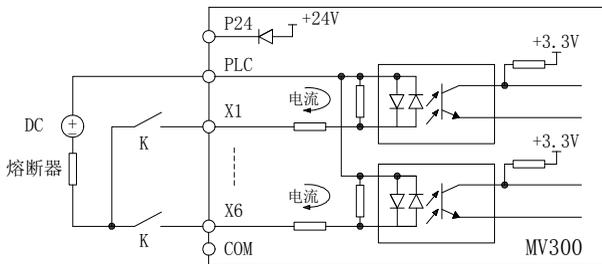

图3-12 使用外部电源的连接方式
- 2) 使用外部电源（要求电源必须满足 UL CLASS 2 标准，并需要在电源与接口加 4A 的熔断器），接线方式如图 3-12 所示（注意：必须去除用户端子上 PLC 与 P24 间的短接片）。